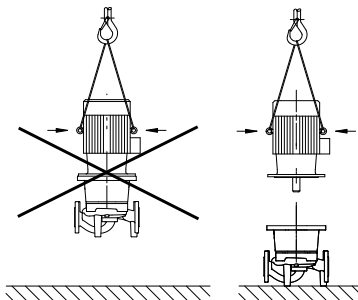

Fig. 8: Μεταφορά του κινητήρα
- Οι κρίκοι μεταφοράς στον κινητήρα προορίζονται μόνο για τη μεταφορά του κινητήρα και όχι για όλη την αντλία (Fig. 8).